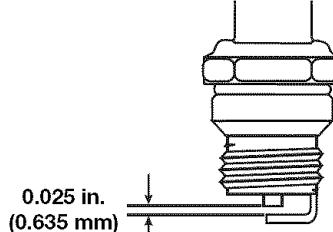

Fig. 32
- Apague el motor y espere que se enfrie. Utilizando un destornillador de cabeza plana o Torx T-25, quite los dos (2) tornillos en la parte posterior de la cubierta del motor y el que se encuentra en la parte delantera de la cubierta del motor (Fig. 32).
- Cambie las bujías que estén rajadas, sucias o deterioradas. Fije la separación de aire a 0,635 mm (0,025 pulgadas) utilizando un calibrador (Fig. 32).